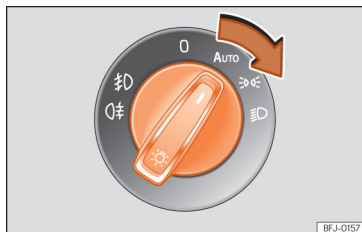

Fig. 79 Painel de instrumentos: comando das luzes.
- Ligue a ignição e rode o comando das luzes para a posição desejada »» **Fig. 79.**